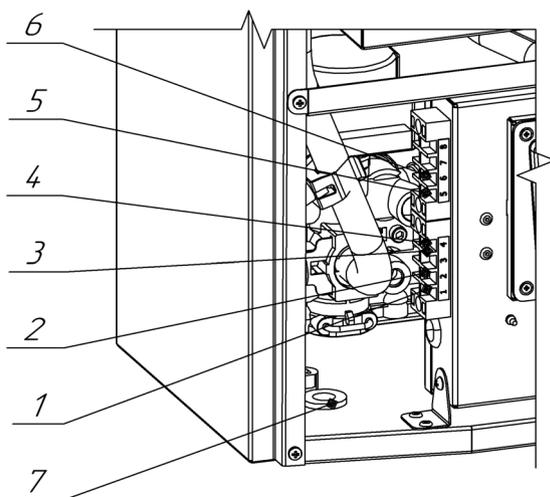

Рис. 9. Подключение дополнительных устройств
- удалить перемычку между клеммами 1 и 2 на колодке блока управления (рис. 9);
- продеть двухпроводной кабель, идущий от термостата, через проходную муфту 7 в корпусе и подключите его к клеммам 1 и 2 (рис. 9);
- продеть двухпроводной кабель, идущий от датчика, через проходную муфту 5 в корпусе и подсоедините его к клеммам 3 и 4 (рис. 9);
- Продеть двухпроводной кабель, идущий от термостата БКН, через проходную муфту 7 в корпусе теплогенератора и подсоедините его к клеммам 5 и 6 (рис. 9);
- Продеть двухпроводной кабель, идущий от датчика температуры БКН, через проходную муфту 7 в корпусе теплогенератора и подсоедините его к клеммам 5 и 6 (рис. 9)